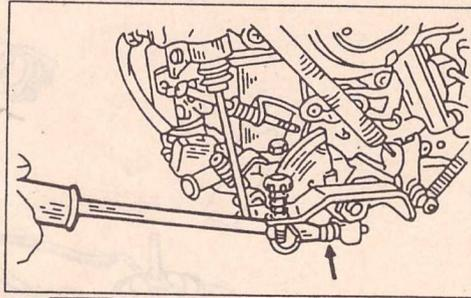

Рис. 135. Винт регулировки оборотов быстрого холостого хода.
• Если указанное значение не достигается необходимо регулировать винт, показанный на рис. 135. Поворотом вправо число оборотов увеличивается.